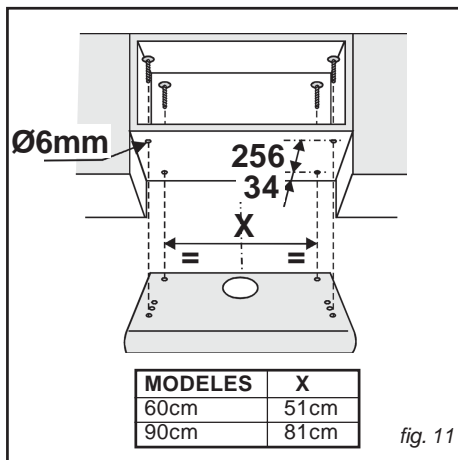

fig. 11
- Faites 4 trous dans votre placard, en respectant les mesures qui vous sont indiquées Fig.11.
- Prenez 2 des vis fournies (Fig. 11), et enfillez-les dans les chevilles qui se trouvent en haut, sans toutefois les visser complètement.
- Faites 4 trous dans votre placard, en respectant les mesures qui vous sont indiquées Fig. 11.